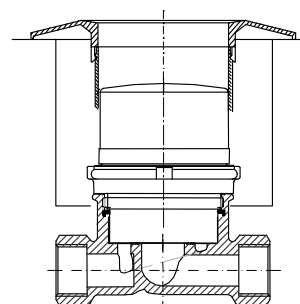

Abb. 3
Der Minomoc Messkapselzähler für das Elster-Unterputtzählersystem MOC (Modulmeter 2) besteht aus dem Messeinsatz für kaltes oder warmes Wasser und einer Rosette die auf die Wasserzählerhaube aufgesteckt wird. Für Einbautiefen über 80 mm kann diese Rosette mit Rosettenverlängerungsringen in Schritten von 20 mm verlängert werden (siehe Abb. 3).
- 1.15 Rosette auf die Zählwerkshaube bis zum Anschlag schieben (siehe Abb. 3).